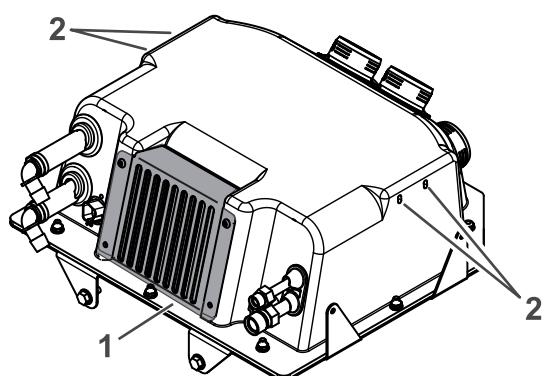

Figure 20
5. Déposez le couvercle existant du filtre à air et les 4 boulons sur le côté de l'ensemble HVAC. Mettez au rebut le couvercle et les boulons (Figure 20).